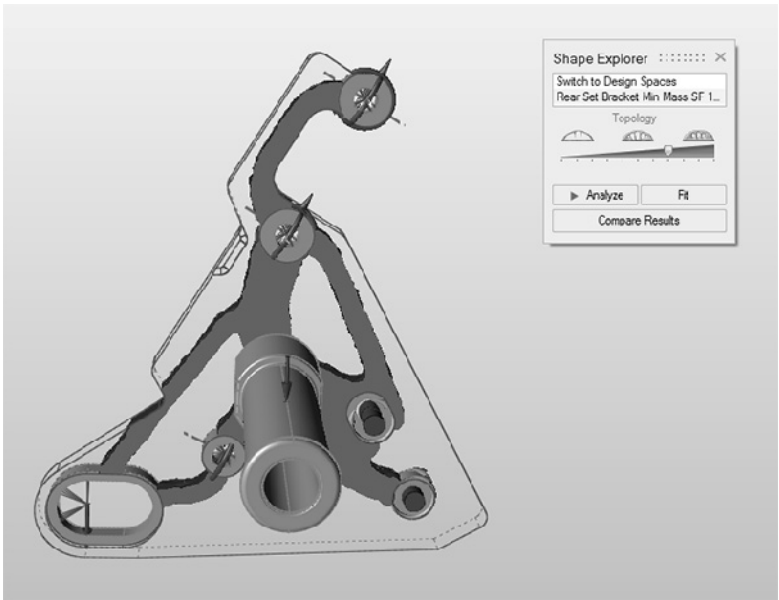

图 7-19
8) 单击并拖曳形状探索器上的拓扑滑块，直到所有设计都完全连接到一点上为止，所得形状即为优化的最终结果，如图 7-19 所示。